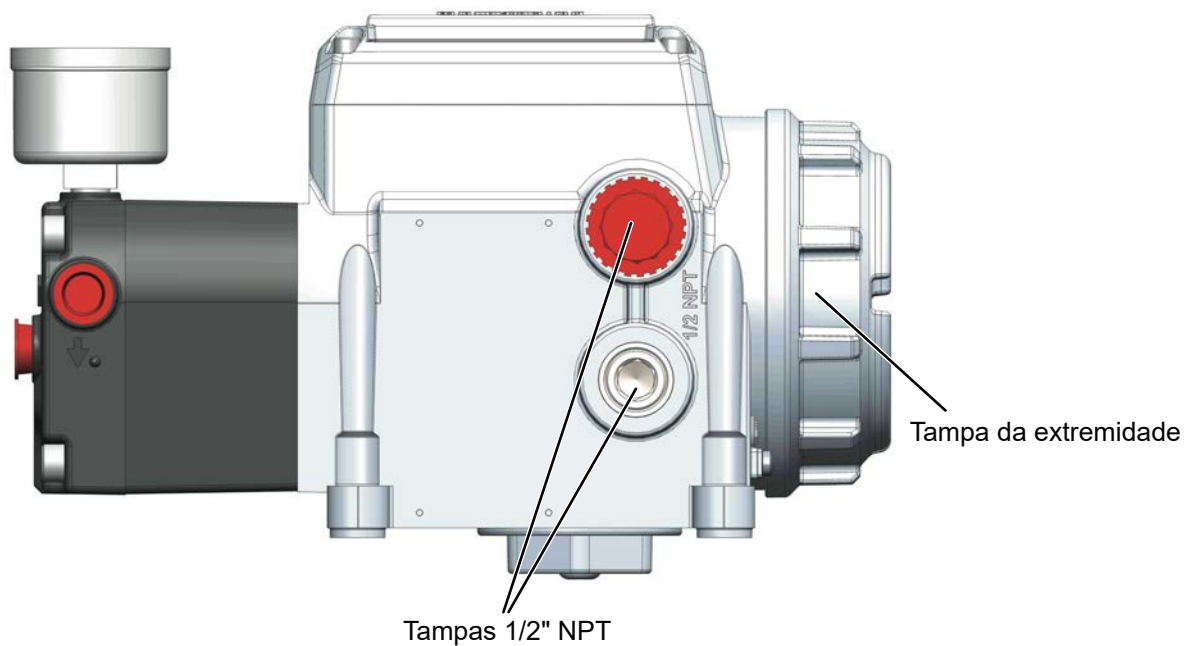

Figura 16 - Entradas de conduíte/glândula elétrica SVI3
2. Desparafuse a tampa da extremidade e remova a tampa de plástico 1/2" NPT desejada (Figura 16).